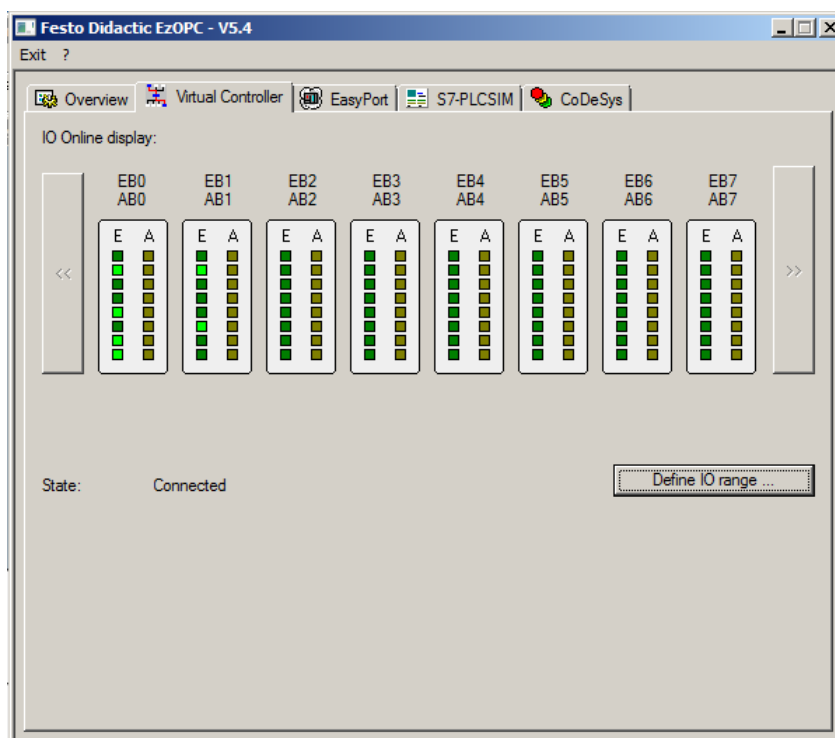

Рисунок 25 – Вкладка Virtual Controller в окне EzOPC
- в программе EzOPC открываем вкладку VirtualController. В данной вкладке убеждаемся, что данные из модели станции поступают на входы внешнего контроллера (некоторые светодиоды столбцов EB0 и EB1 должны «светиться») (рисунок 25);